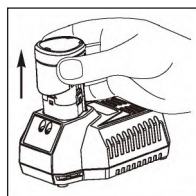

Рис. 2
- 3) При завершении зарядки красная лампочка погаснет, значит, что батарейный блок выполнен ползаряд, выдернуть штепсельный разъем батарейного блока и зарядного устройства, пожалуйста. (рис. 2)